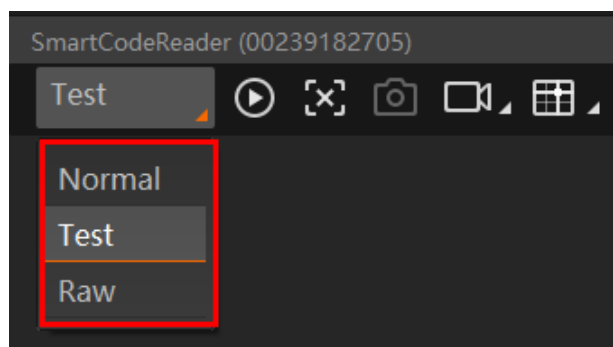

图6-5 调节运行模式
- 设备可通过“预览窗口”区域左上角，选择运行模式为 **Test**，如图 6-5 所示。